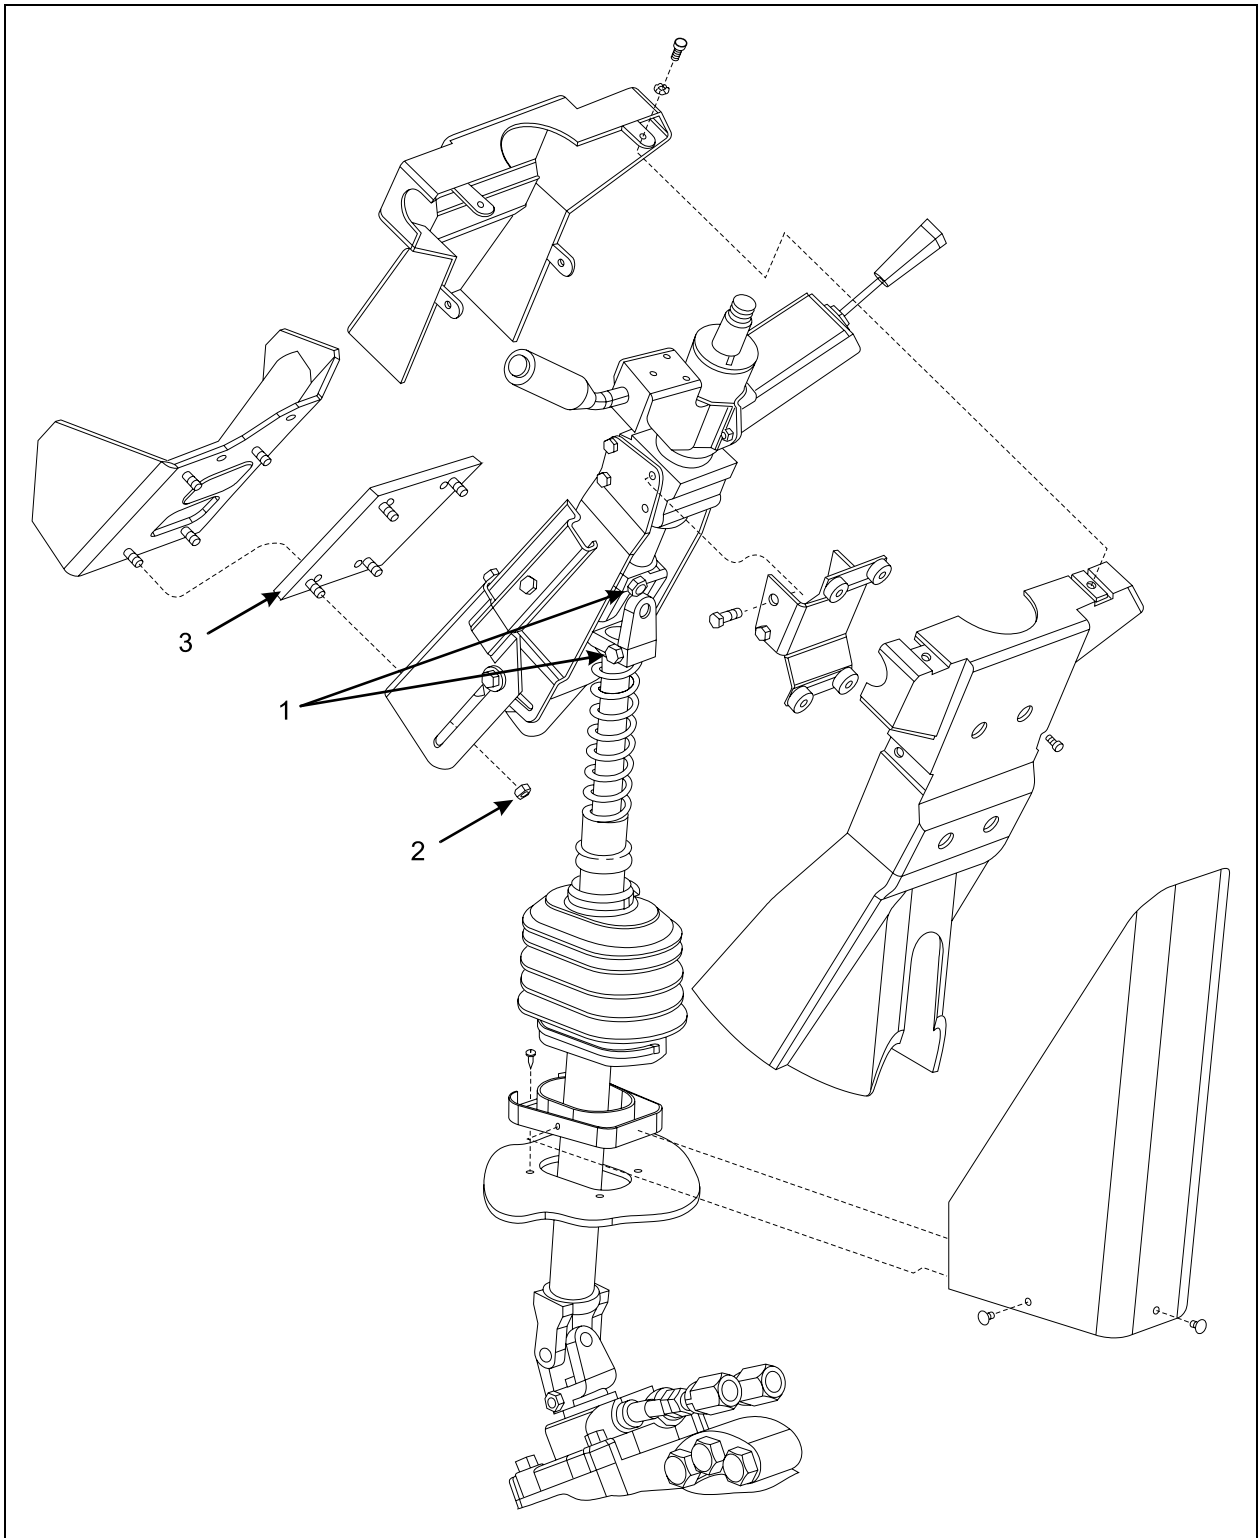

FIGURE 1: VUE EXPLOSÉE DE LA COLONNE DE DIRECTION ET DE SES COMPOSANTES
2. Si une plaque d'ajustement est installée ( 3, figure 1), effectuer la partie B de ce bulletin;
2. Retirer le capot et les pièces recouvrant la colonne de direction (voir la figure 1);
4. Dévisser un ou l'autre des deux boulons de retenue du joint universel (1, figure 1) et détacher la colonne de l'arbre de direction;
5. Dévisser les quatre écrous retenant la colonne de direction en place (2, figure 1). Demander l'aide de quelqu'un lors du dévissage final pour éviter que la colonne ne tombe;
8. Meuler les soudures retenant la plaque actuelle sur le véhicule. Retirer la plaque (3, figure 1) et enlever les restes de soudure à l'aide de la meule;